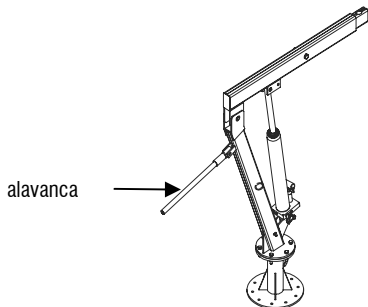

Fig. 9 – Funcionamento
- b. O guincho pode ser rotacionado em 360°. Para tanto, encaixe a alavanca no suporte e gire, Fig. 9.